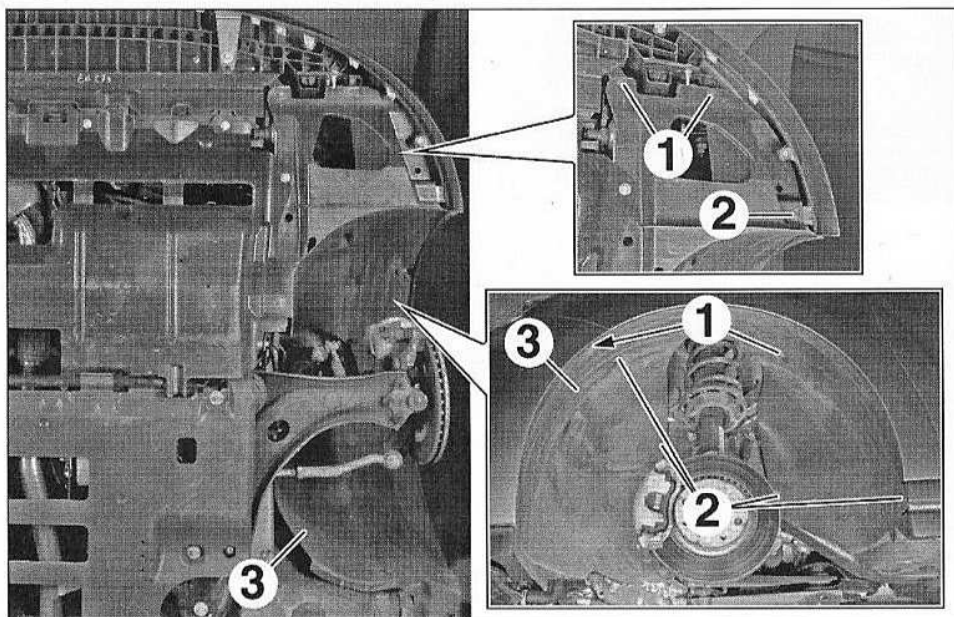
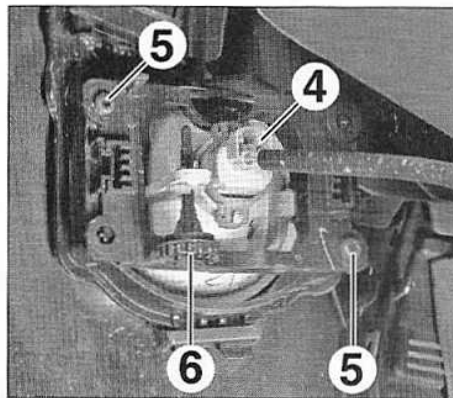

FIG.41
FIG.43
- les vis (1) (Fig.41),
- les agrafes (2),
- le pare-boue (3).
- Débrancher le connecteur (4) (Fig.43).
- les vis (5),